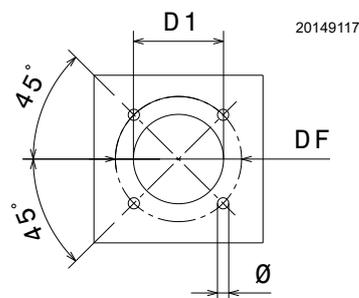

Abb. 13
Die Verschlussplatte der Brennkammer, gemäß Abb. 13 durchbohren. Die Position der Gewindebohrungen kann mit dem zur Grundausstattung gehörenden Wärmeschild ermittelt werden.
- Den gesamten Brenner in das vorher gesetzte Bohrloch des Heizkessels einpassen (Abb. 13 auf Seite 20) und mit den beige-packten Schrauben befestigen.